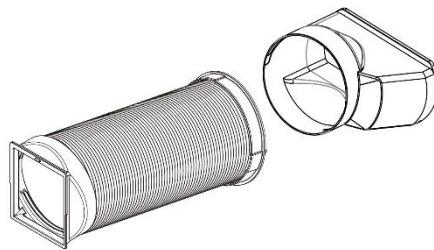

Abb.3
- Temporäre Installation des Abluftschlauchs: Bitte installieren Sie den Abluftschlauch-Adapter für das Fenster an dem Abluftschlauch und führen den Abluftschlauch aus Ihrem Fenster heraus (siehe Abb.3 und 4).